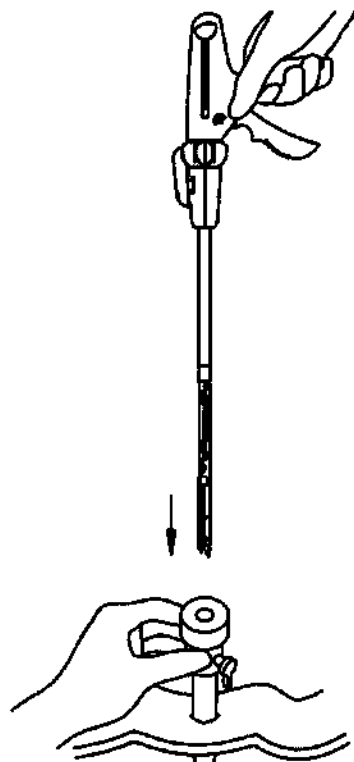

Рис. 6
1. Для закрытия бранши нажмите на ручку степлера. Вставьте блок ручки эндоскопического степлера в наконечник троакара подходящего или большего размера (как показано на Рис. 6).